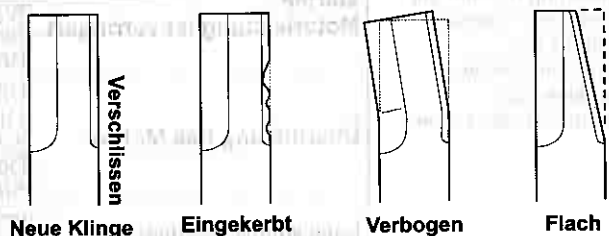

Abb. 34.
1 Vergewissern Sie sich, dass die Klinge (S) keine Kerben, Verbiegungen und keinen Verschleiß aufweist. (Siehe Abb. 34.)